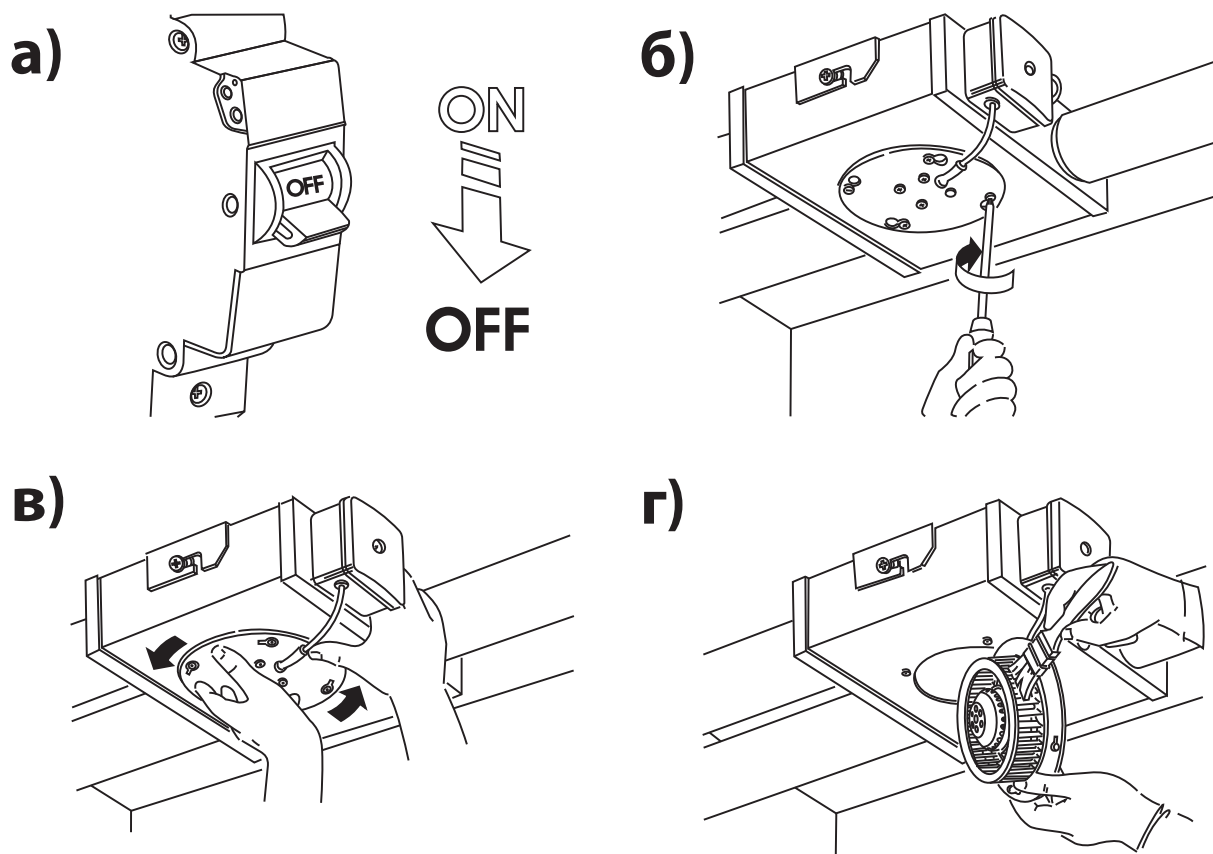

Рис. 6. Техническое обслуживание вентилятора
- отключить установку от сети питания (см. рис. 6 а);
- ослабить четыре винта (см. рис. 6 б);
- извлечь из корпуса фланец с турбиной (см. рис. 6 в);
- очистить лопасти рабочего колеса, используя при этом мягкую сухую щетку или сжатый воздух (см. рис. 6 г).